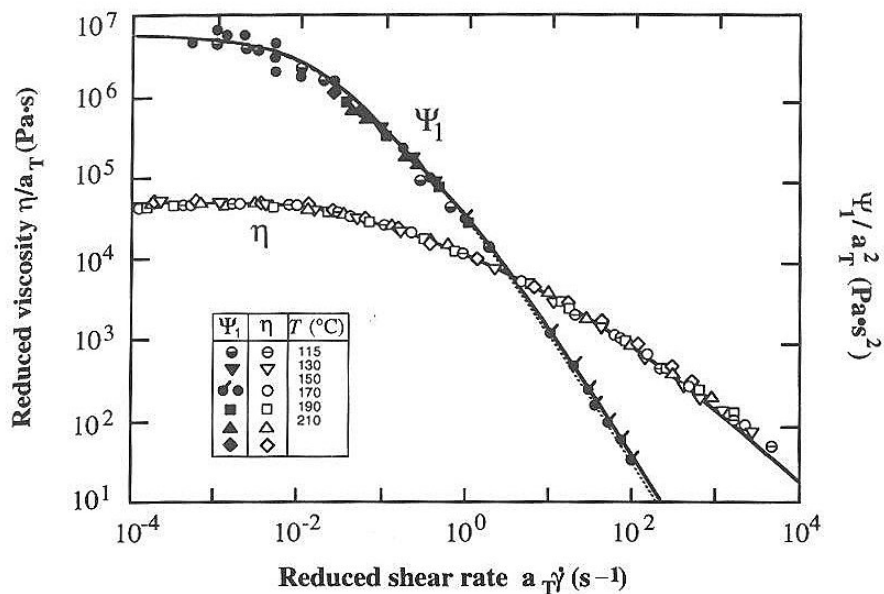

Figure 1. Comportement en cisaillement simple d'un polymère fondu ( $T=210^\circ\text{C}$ )
- Comparer ces résultats à ceux de la figure 1. Le modèle vous paraît-il réaliste ?